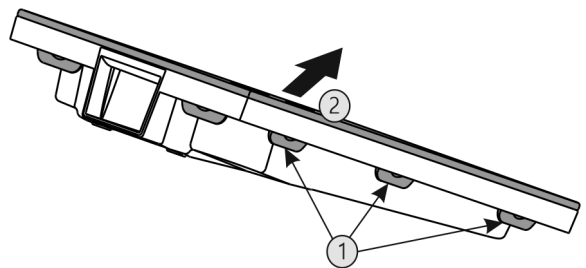

Fig. 42
- Premere una dopo l'altra tutte le linguette Fig. 42 (1) e rimuovere la copertura Fig. 42 (2).